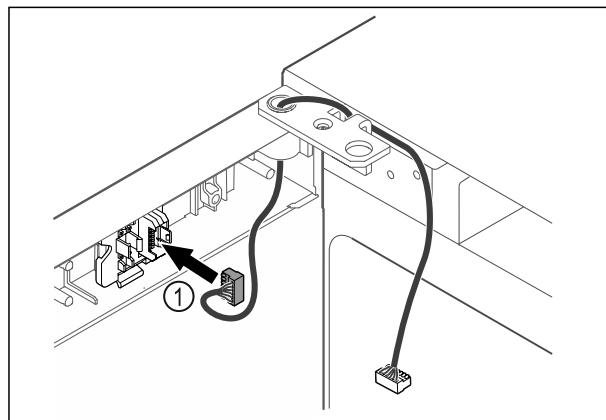

Fig. 44
- Stekker Fig. 44 (1) in stekkerhouder steken.